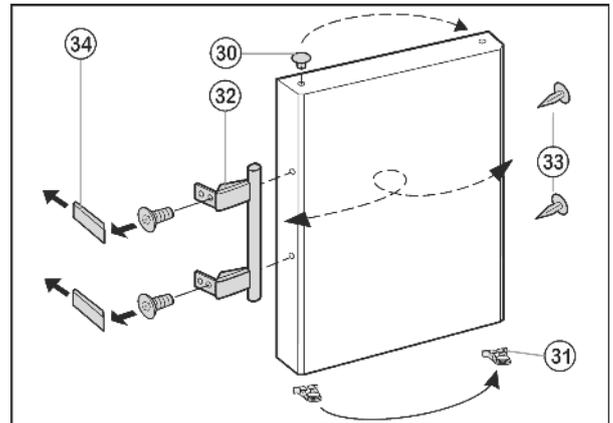

Fig. 11
- ▶ Enlever le bouchon Fig. 11 (30) du coussinet de la porte et le permuter de l'autre côté.
- ▶ Démontez la poignée de porte Fig. 11 (32), les bouchons Fig. 11 (33) et les plaques d'appui* Fig. 11 (34) et les permuter sur le côté opposé.